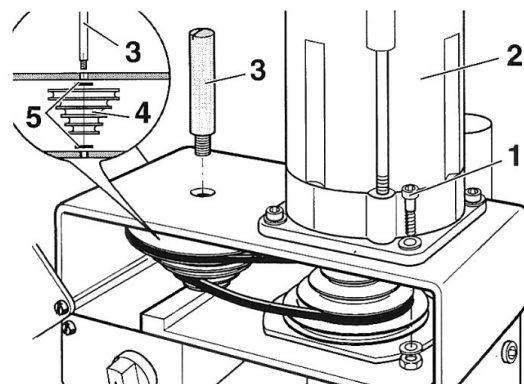

Fig. 21
3. Die Befestigungsschrauben 1 (Fig. 21) lösen.
4. Welle (3) herausdrehen und Keilriemenscheibe (4) mit Distanzscheiben (5) herausnehmen.
3. Loosen the fastening screws 1 (Fig. 21).
4. Turn the shaft out and remove the V-belt pulley (4) with the spacers (5).
3. Desserrer les vis de fixation 1 (fig. 21).
4. Dévisser l'axe (3) puis déposer la poulie (4) avec les disques de calibrage (5).
3. Allentare le viti di fermo 1 (fig. 21).
4. Togliere l'albero (3) ed estrarre la puleggia a gole trapezoidali (4) insieme con i distanziatori (5).